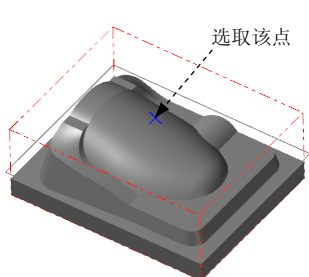

图 17.24 选取放射中心点
(3) 选取放射中心点。单击 **选取放射中心点** 区域中的 按钮, 然后选取图 17.24 所示的